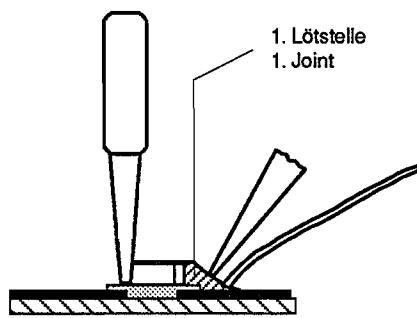

Fig. 4
4. CHIP an der Lötstelle ansetzen, zentrieren und anlöten (Fig. 4).
5. Put the CHIP onto the soldering point, then center and fix it (Fig. 4).